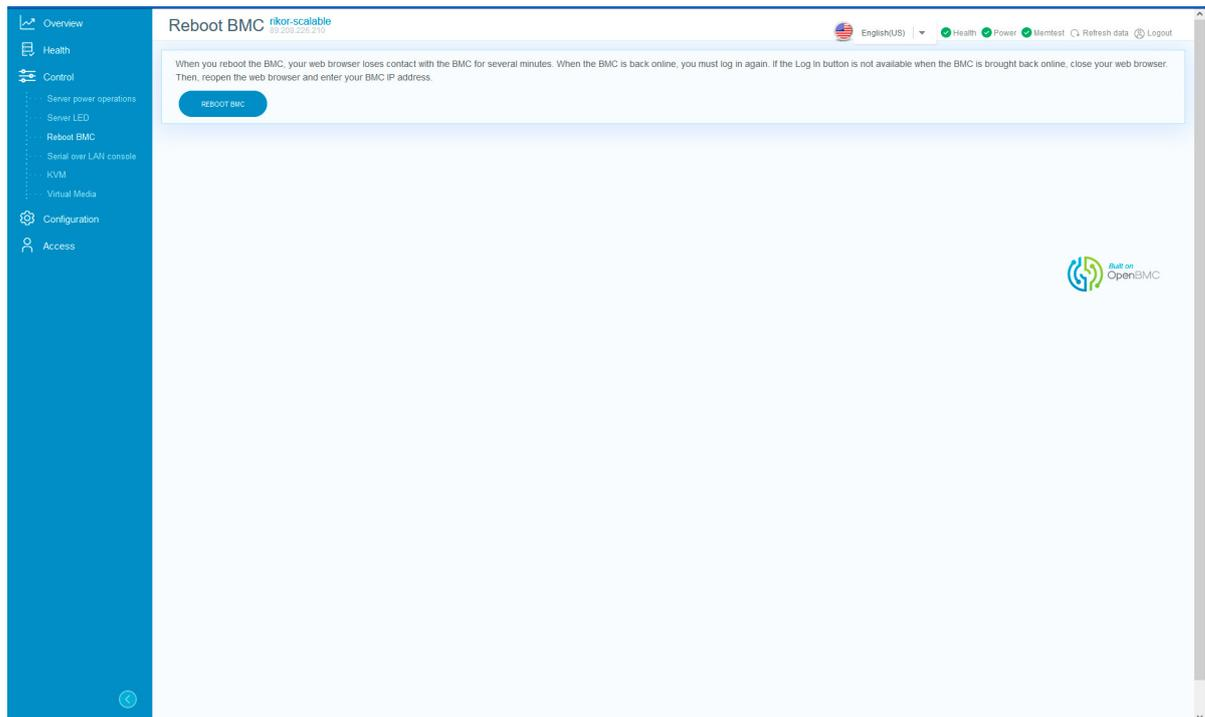

Рис. 77. Окно «Reboot BMC»
- 4) Пройдите во вкладку «Control» → «Reboot BMC» в данной вкладке осуществляется перезагрузка BMC. Нажмите на кнопку «Reboot BMC» для перезагрузки BMC. Окно показано на рис. 77 Окно «Reboot BMC»